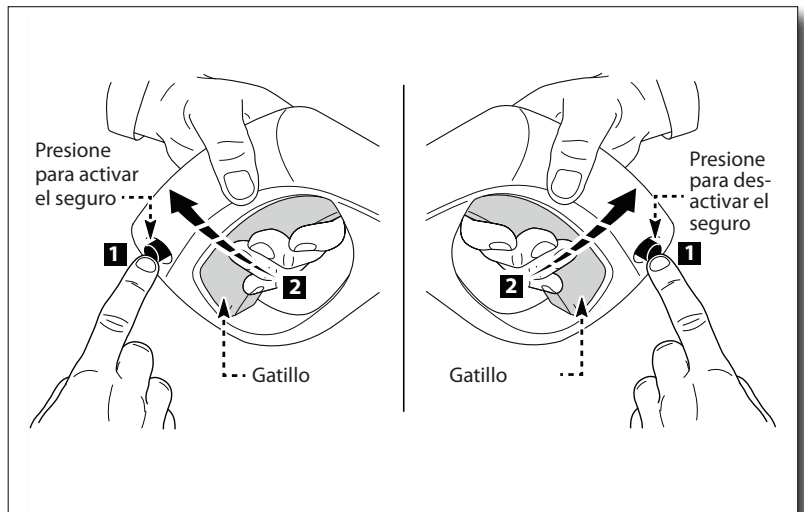

Fig. 20
- Quite el seguro de la pistola rociadora al presionar el botón de seguridad desde la izquierda hacia la derecha (Fig. 20). Mientras apunta con la pistola rociadora hacia una dirección segura, presione el gatillo hasta que esta expulse un chorro constante de agua y permita que el agua y el aire salgan de la manguera.
- Encienda la unidad con el interruptor en la posición 'ON' (I). La unidad se encenderá por uno o dos segundos y se apagará, esta es una función normal de la activación del sistema de detención total (TSS, por sus siglas en inglés). Presione el gatillo para comenzar el lavado.